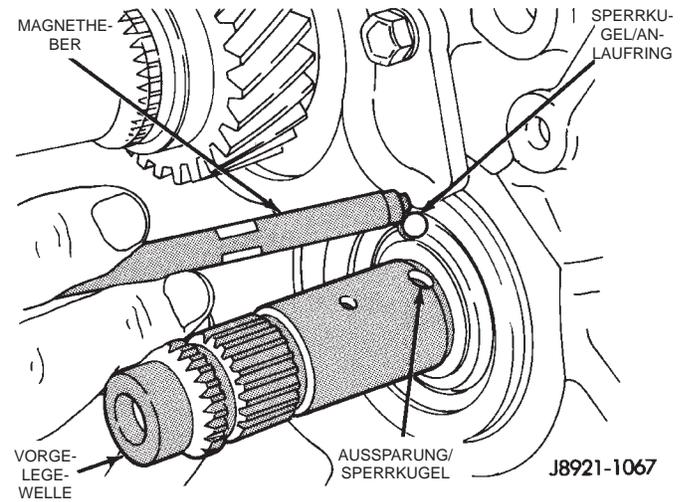

Abb. 60 Sperrkugel des Anlaufs rings ausbauen
(12) Die Sperrkugel des Anlauf rings für den fünften Gang mit einem Magnetheber aus der Vorgelegewelle herausziehen (Abb. 60).